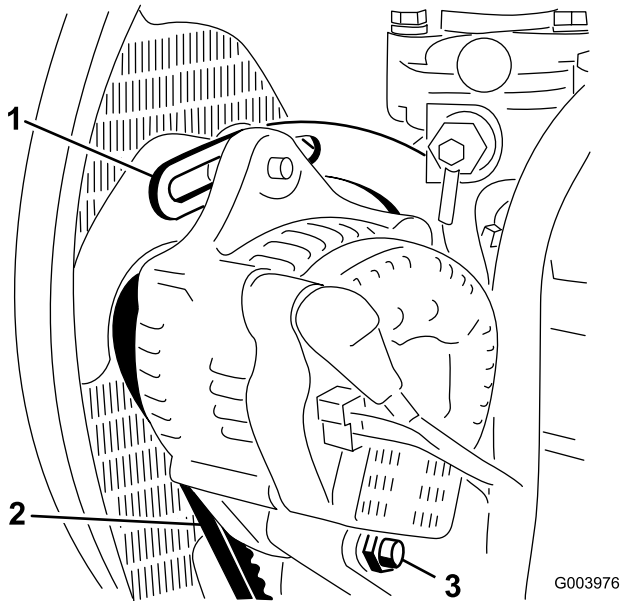

Figura 70
2. Verifique a tensão da correia do alternador, premindo-a (Figura 70) até metade entre as polias do alternador e do cárter com uma força de 10 kg.
3. Desaperte o parafusos que segura a abraçadeira ao motor (Figura 70), o parafuso que segura o alternador à abraçadeira e o parafuso de articulação.